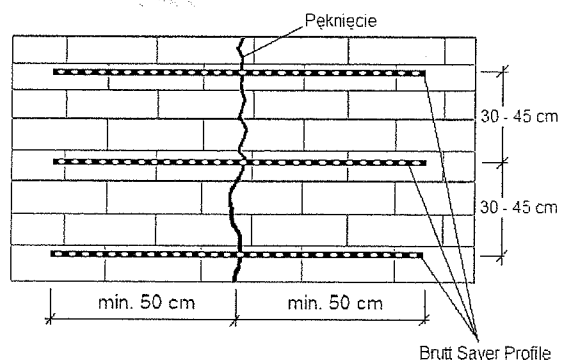

Rys. 7
- minimalna długość montowanego Brutt Saver Profilu w szczelinie nie może być mniejsza niż 1m – po 50 cm z każdej strony pęknięcia (rys. 7),